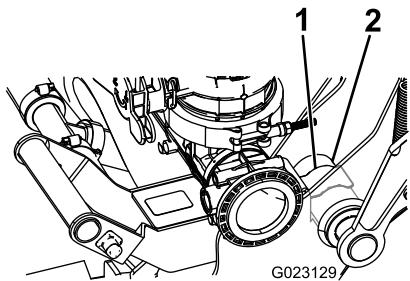

Figura 23
- D. Spingete finché la molla di serraggio non si chiuderà a scatto sul tubo orientabile, come illustrato nella Figura 23.